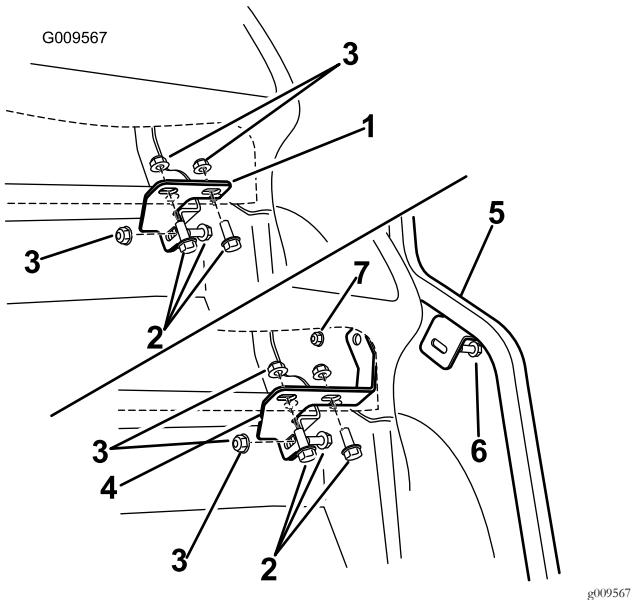

Bild 4
- Ermitteln Sie die vorhandene Halterung, die am Querrohr und unter der rechten Seite des Armaturenbretts befestigt ist, und entfernen Sie die Halterung unter dem Armaturenbrett (**Bild 4**).
- Befestigen Sie die Armaturenbrettschraube (5/16" x 1") durch das vordere Stützrohr an der rechten Seite, das Armaturenbrett und die Armaturenbrett-Halterung (**Bild 4**).
- Bringen Sie die Bundmutter (5/16") lose an, um die Armaturenbretthalterung und das Stützrohr an der Maschine zu befestigen (**Bild 4**).
- Bringen Sie die restlichen Befestigungen, die Sie vorher entfernt haben, lose an, um die Armaturenbretthalterung am Querrohr und Rahmen zu befestigen (**Bild 4**).